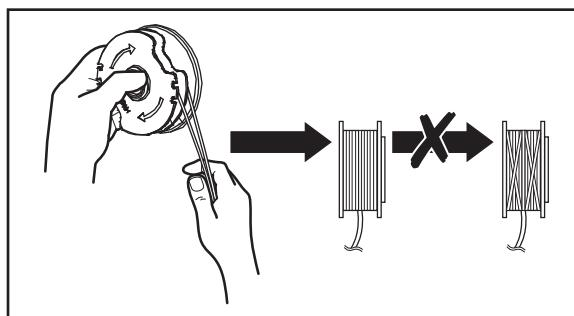

Fig. 26
- Enrolle todos los hilos de corte firmemente alrededor de la bobina de corte (12c) en el sentido de las flechas de la bobina de corte (12c) (Fig. 26).